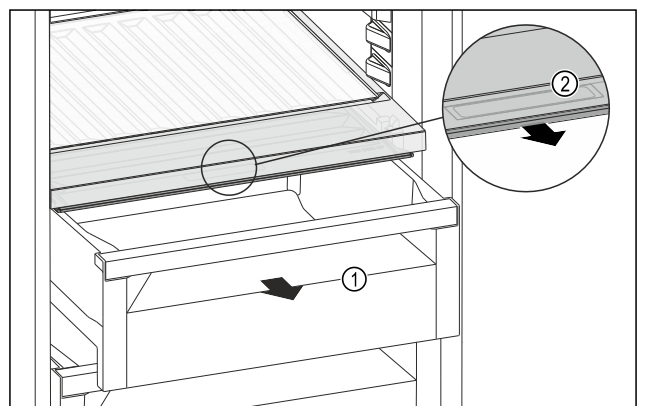

Fig. 158
- Schubfach Fig. 158 (1) herausziehen.
- Griffmulde Fig. 158 (2) am Fachdeckel anfassen und Fachdeckel gleichzeitig nach vorne ziehen.